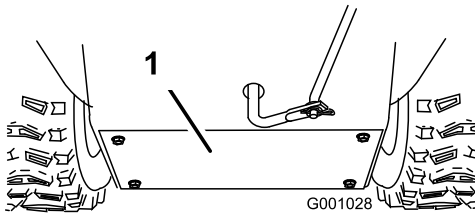

Figure 53
3. Retirez le couvercle arrière (Figure 53).